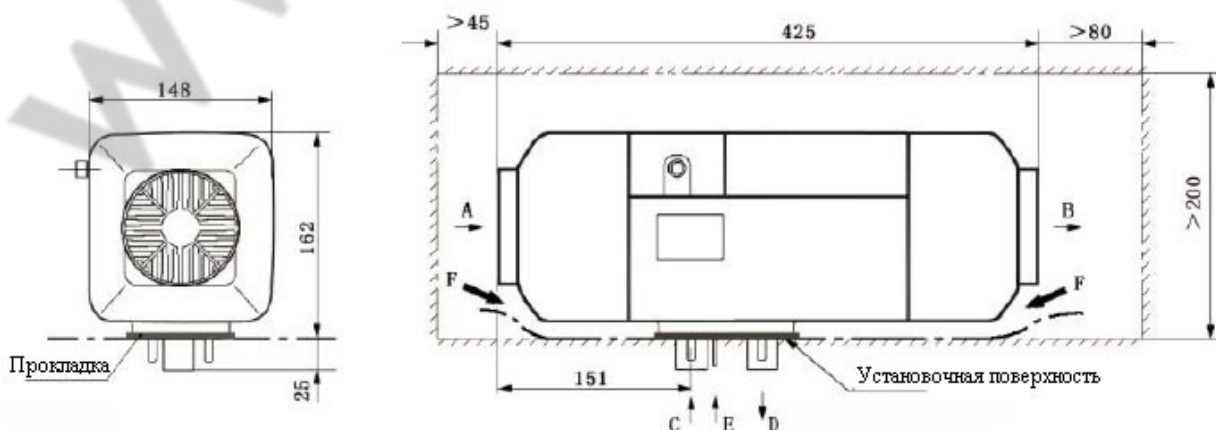
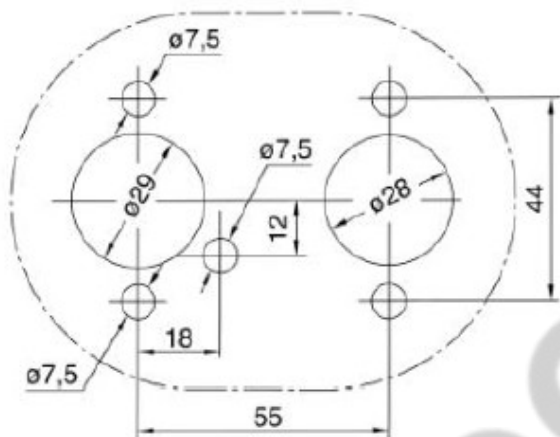

Рис. 8
Рис. 9
4.2.2 Для удобства прохождения воздушного потока, удобства установки и обслуживания печки при её установке должно быть предусмотрено достаточное свободное пространство. Смотрите рамку из двойной пунктирной линии на Рис.8 указывающую на пространство для установки.
4.2.3 Между печкой и установочной поверхностью транспортного средства необходимо обеспечить хорошее уплотнение. Между печкой и установочной поверхностью транспортного средства должна быть вставлена специальная прокладка (как показано на Рис. 8), которая поставляется производителем. Установочная поверхность должна быть достаточно ровной. Место, на которое устанавливается печка, должно иметь неровности менее 1 мм. После того как будут просверлены установочные отверстия неровности поверхности должны быть устранены в соответствии с данными требованиями. После установки плотно закрутите четыре поставляемые производителем гайки М6. Убедитесь, что в зазоре между печкой и установочной поверхностью транспортного средства (Рис. 8 -F) нет посторонних предметов. Расположение установочных отверстий представлено на Рис. 9.